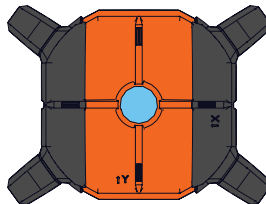

Figura 38
1. Observe la dirección X e Y como se indica en la parte superior del láser. (Figura 38)